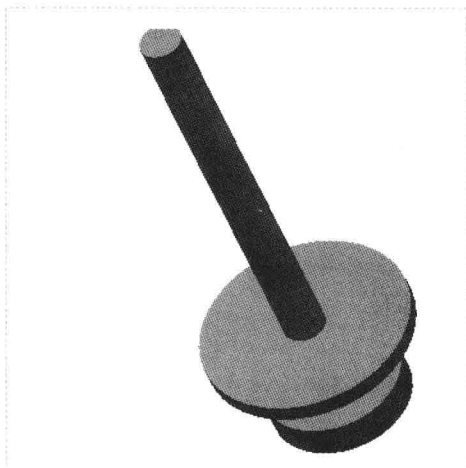

图 11-112 图形文件
Step 01 按【Ctrl+O】组合键,打开图形文件,如图 11-112 所示,在“功能区”选项板中切换至“应用程序”选项卡,单击“运动”面板中的“机构”按钮。